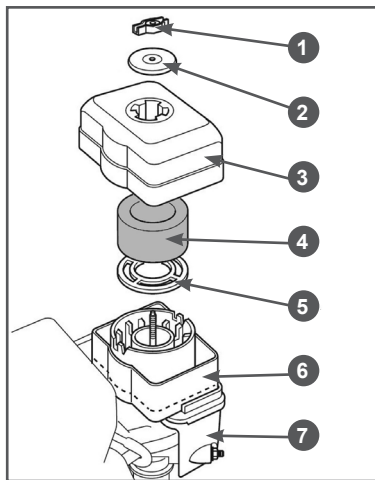
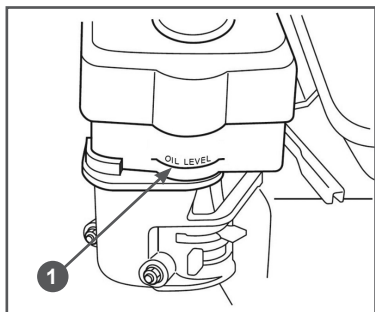

Рис. 20 Подготовка воздушного фильтра
Рис. 21 Уровень масла в масляной ванне воздушного фильтра
1. Открутите барашковую гайку 1, снимите шайбу 2 и крышку 3 воздушного фильтра (Рис. 20).
2. Извлеките из крышки 3 воздушного фильтра поролоновый фильтрующий элемент 4 (Рис. 20).
4. Залейте в масляную ванну 6 (Рис. 20) чистое моторное масло до отметки 1 «OIL LEVEL» на корпусе масляной ванны (Рис. 21).
2. Открутите барашковую гайку 1, снимите шайбу 2 и крышку 3 воздушного фильтра (Рис. 20).
3. Извлеките из крышки 3 воздушного фильтра поролоновый фильтрующий элемент 4 и проверьте его целостность и чистоту (Рис. 20).
5. Проверьте уровень масла в масляной ванне, уровень масла должен быть по отметку «OIL LEVEL» на корпусе масляной ванны (Рис. 21). При необходимости, долейте в масляную ванну чистое моторное масло до требуемого уровня.